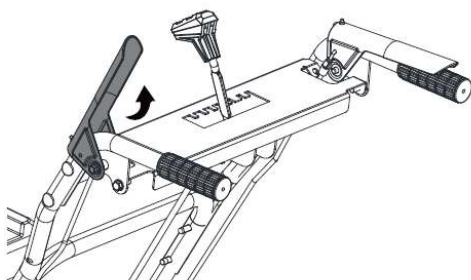

Рис. 34
1. Отпустите рычаг сцепления привода шнека, чтобы отключить шнек и прекратить выброс снега (рис. 34).